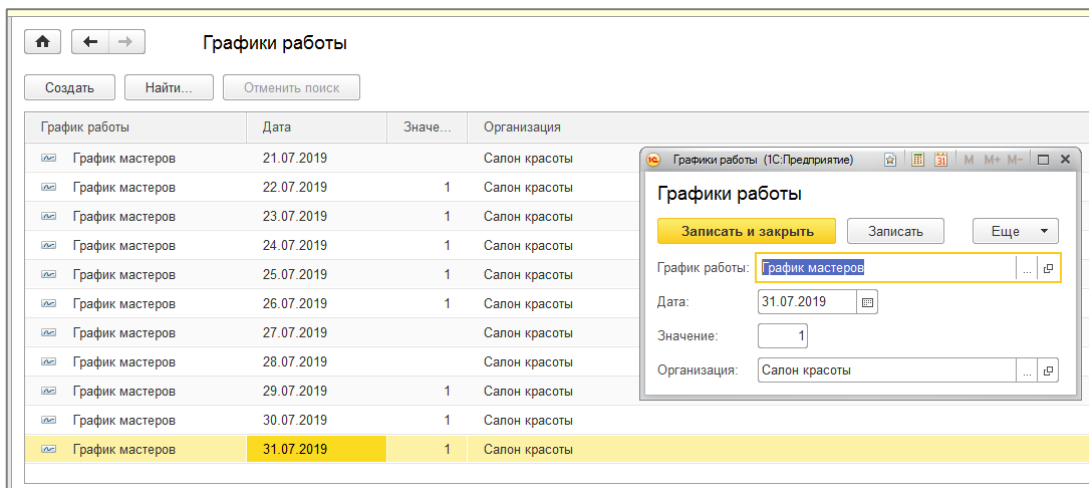

Рисунок 25.6 - Записи регистра «Графики работы»
2.5 Запустим «1С:Предприятие» в режиме отладки и в разделе **Расчет заработной платы** выполним команду **Графики работы**. Поочередно создадим 31 запись в регистре. Чтобы проще выполнить эту довольно однообразную работу, воспользуйтесь возможностью добавления элементов в регистр копированием текущего элемента (команда **Еще – Скопировать (F9)**). В качестве измерения **ГрафикРаботы** нашего регистра выберем predetermined элемент **График мастеров** справочника **ВидыГрафиковРаботы**. В качестве ресурса **Значение** у рабочих дней поставим 1, а у выходных – 0 (рисунок 25.6).